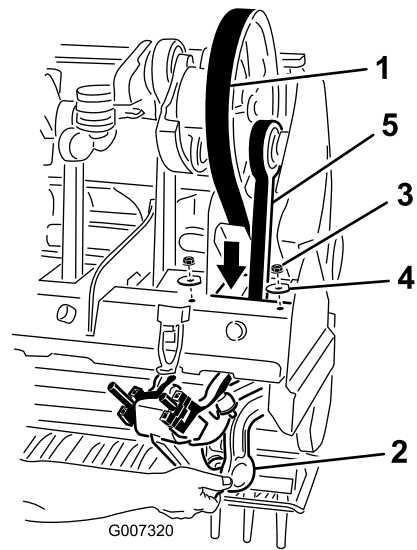

Figure 39
- Desserrez et retirez les 2 contre-écrous et rondelles qui fixent l'amortisseur Rotalink du bras d'aération n° 1 (Figure 39).
- Faites descendre la courroie d'entraînement dans le cadre de la tête d'aération et autour de l'extrémité inférieure du bras d'aération n° 1 (Figure 39)